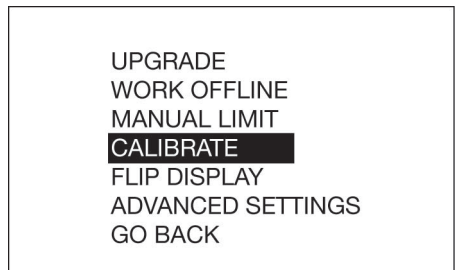

FIG. 21
6. Utiliser les flèches HAUT et BAS du pavé de navigation pour sélectionner ÉTALONNAGE (FIG. 21).